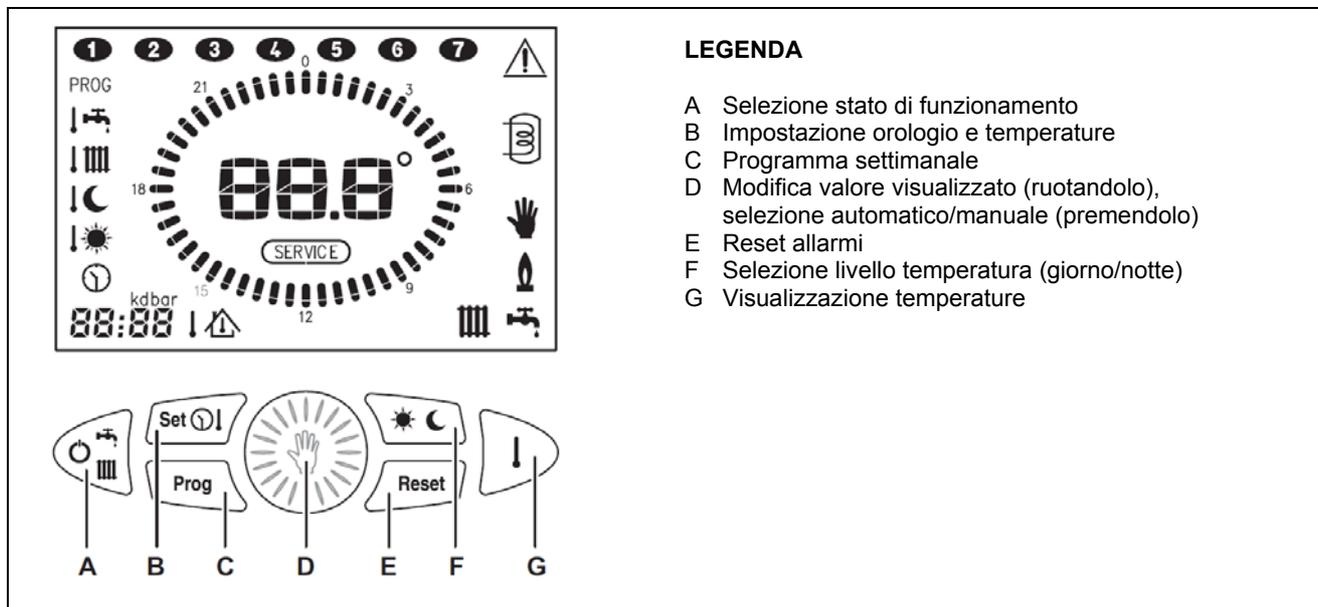
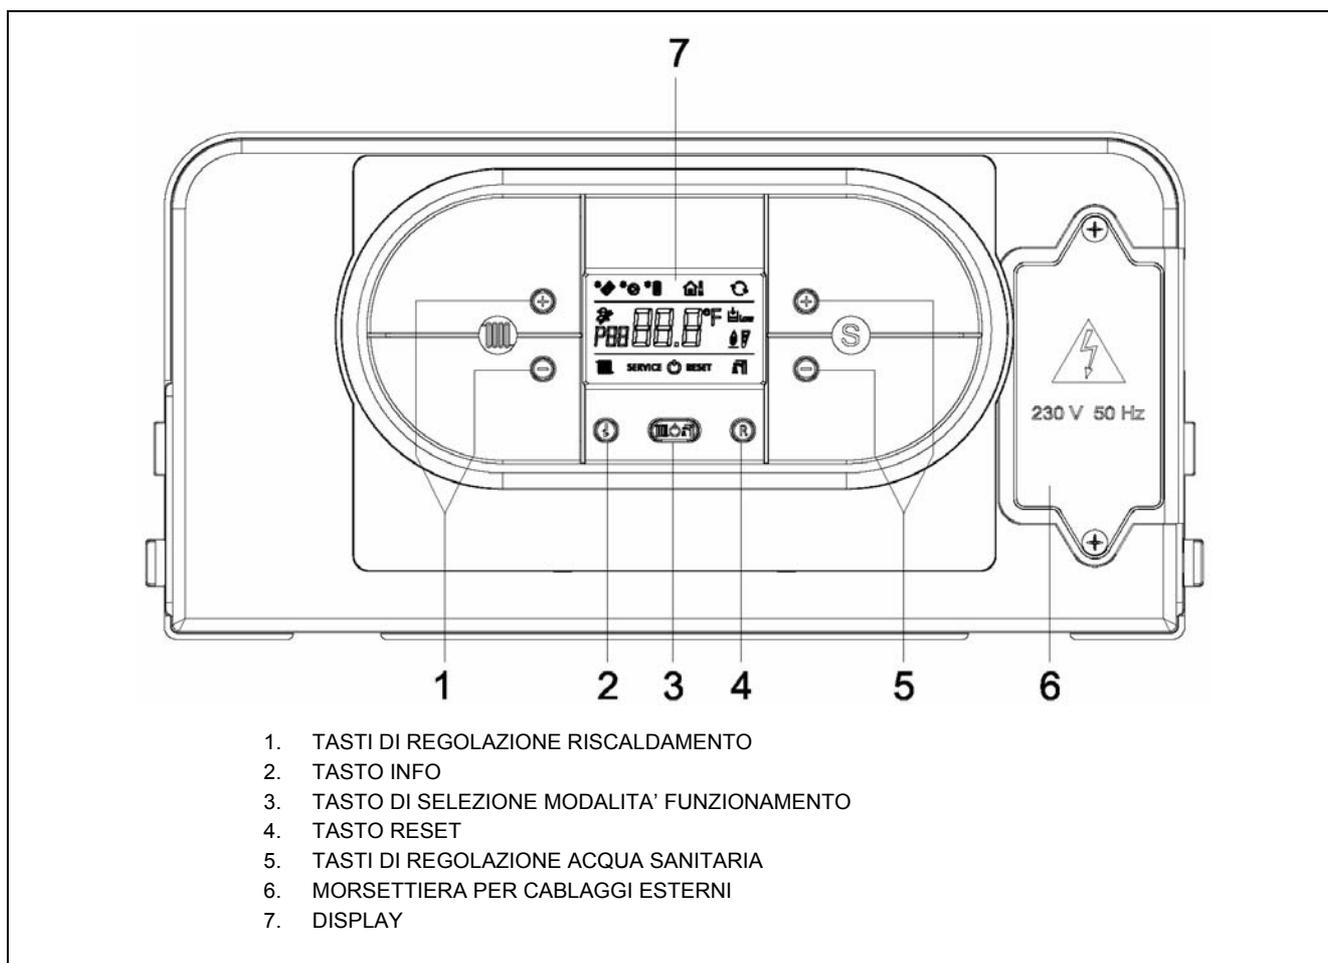

Figura 27 – COMANDO REMOTO (MODULO ESTERNO)
Figura 28 – QUADRO E DISPLAY SCHEDA ELETTRONICA CALDAIA
- 7) Accendere la caldaia chiudendo il contatto TA del consenso esterno (Figura 20 o Figura 21 alle pagine 38 e 39) oppure agendo sul tasto A del Comando Remoto (Figura 27 a pagina 51); attendere l'accensione del bruciatore.
- 8) Premere per 5 secondi il tasto "R" della scheda elettronica della caldaia (vedi Figura 28 a pagina 51). Sul display della scheda compare la scritta "F07" che indica l'attivazione della funzione "spazzacamino": l'unità per 15 minuti funzionerà alla massima potenza.
- 12) La verifica/regolazione del valore di CO2 alla massima potenza è terminata. Spegnerla caldaia aprendo il contatto del consenso oppure tramite il tasto A del Comando Remoto (Figura 27 a pagina 51) per uscire dalla modalità spazzacamino.
- 14) Premere contemporaneamente per 5 secondi i tasti “i” e “R” della scheda elettronica della caldaia (vedi Figura 28 a pagina 51). In questo modo si accede al menu parametri.
- 15) Scorrere i parametri premendo il tasto “+” del riscaldamento  (Figura 28 a pagina 51) fino a raggiungere il parametro 12 per forzare l'unità alla potenza minima; l'unità per 7 minuti funzionerà alla minima potenza.
- 8) Premere per 5 secondi il tasto “R” della scheda elettronica della caldaia (vedi Figura 28 a pagina 51). Sul display della scheda compare la scritta “F07” che indica l'attivazione della funzione “spazzacamino”: l'unità per 15 minuti funzionerà alla massima potenza.
- 11) La verifica/regolazione del valore di CO2 alla massima potenza è terminata. Spegnerla caldaia aprendo il contatto del consenso oppure tramite il tasto A del Comando Remoto (Figura 27 a pagina 51) per uscire dalla modalità spazzacamino.
- 15) Premere contemporaneamente per 5 secondi i tasti "i" e "R" della scheda elettronica della caldaia (vedi Figura 28 a pagina 51). In questo modo si accede al menu parametri.
- 16) Scorrere i parametri premendo il tasto "+" del riscaldamento  (Figura 28 a pagina 51) fino a raggiungere il parametro 12 per forzare l'unità alla potenza minima.
Per spegnere l'apparecchio aprire il consenso esterno di funzionamento oppure selezionare il funzionamento spento attraverso tasto A del Comando Remoto (Figura 27 a pagina 51). In questo modo l'apparecchio è in stand-by: rimangono attive SOLO la funzione antigelo (acqua impianto), la funzione antibloccaggio del modulo esterno e la funzione antigelo aria ambiente, se presente il Comando Remoto.
Spegnere l'apparecchio aprendo il consenso esterno oppure attraverso il tasto A del Comando Remoto (Figura 27 a pagina 51) e attendere che i ventilatori dei moduli interni si siano arrestati prima di togliere l'alimentazione elettrica.
- 3) Accendere la caldaia chiudendo il contatto TA tramite il consenso esterno (cronotermostato, orologio programmatore, etc.) oppure agendo sul tasto A del Comando Remoto (Figura 27 a pagina 51): il funzionamento in inverno è identificato dall'accensione del simbolo del radiatore sul display del Comando Remoto in basso a sinistra.
- 5) Attraverso il tasto "modalità" del Comando Remoto (vedere dettaglio D di Figura 27 a pagina 51) selezionare il tipo di funzionamento: automatico (simbolo orologio) manuale (simbolo mano).
- 6) La visualizzazione della "fiamma" sul Comando Remoto indica il corretto funzionamento della caldaia. In caso di blocco fiamma sul display del Comando Remoto verrà visualizzata la scritta E01. Per effettuare il riarmo è necessario premere 2 volte il tasto reset (vedere dettaglio E, Figura 27 a pagina 51) sul Comando Remoto oppure premere il tasto R (vedere dettaglio 4, (Figura 28, pagina 51) sulla scheda della caldaia.
- 7) Per spegnere la caldaia aprire il contatto TA tramite il consenso esterno oppure agire sul tasto A Comando Remoto (Figura 27 a pagina 51) fino alla comparsa della scritta OFF sul display.
Per accedere alla visualizzazione delle ultime 5 anomalie intervenire sulla caldaia, tenere premuto per 5 secondi il tasto INFO 'ⓘ' (Figura 28 a pagina 51) dalla modalità di funzionamento OFF. Viene visualizzato il numero dell'anomalia in ordine cronologico e il codice dell'anomalia. Per scorrere l'elenco delle anomalie memorizzate utilizzare i tasti '+' e '-' del riscaldamento '🔥'. Per azzerare lo storico delle anomalie premere il tasto RESET 'Ⓜ'. Per abbandonare l'ambiente di visualizzazione, premere il tasto INFO 'ⓘ'.